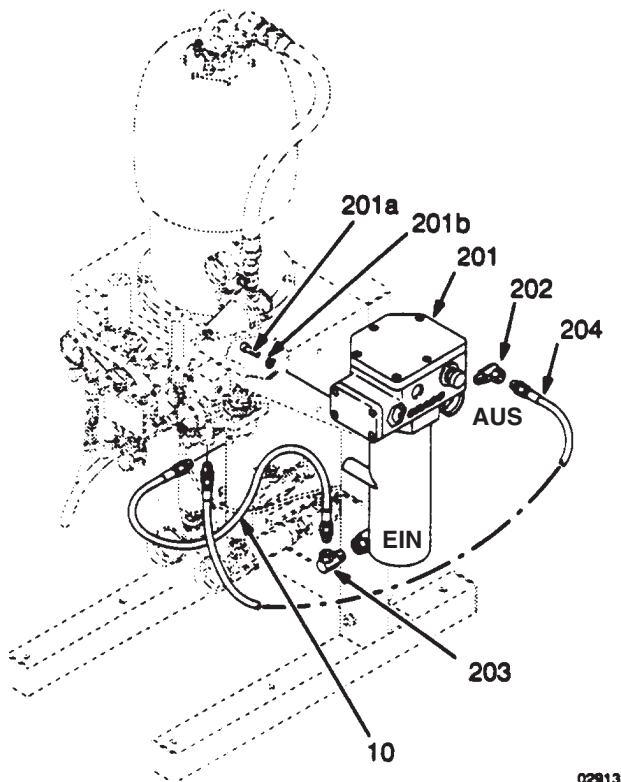

Abb. 6
1. Mutter (BB) und Dichtung (AA) an der Erdungsklemme lösen.
2. Das eine Ende eines 1,5 mm² starken Erdungsdrahts (G) an den Schlitz der Erdungsklemme (CC) einlegen und Mutter fest anziehen. Siehe Abb. 6.
1. An beiden Seiten der Montagehalterung je einen Erhitzer anbringen, dazu die mit jedem Erhitzer mitgelieferten Schrauben (201a) und Federringe (201b) benutzen, siehe Abb. 6.
2. Einen Drehgelenknippel (202) an den Auslass eines jeden einzelnen Erhitzers anschliessen. Siehe Abb. 6.
3. Einen Drehgelenknippel (203) am dem Einlass eines jeden einzelnen Erhitzers anschliessen. Siehe Abb.6.
1. Den vorhandenen Härter Schlauch (10B) vom Einlass des Mischventiles (23) abnehmen. Das freie Ende dieses Schlauchs mit dem Drehgelenk (203) am Einlass des Härter Erhitzers verbinden. Siehe Abb. 6.
2. Einen neuen Materialschlauch (204B) zwischen dem Auslass des Härter Erhitzers (202B) und dem Härter Mischventil installieren. Siehe Abb. 6 und 7.